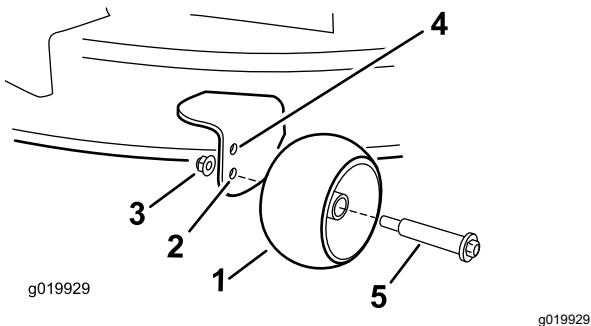

Figura 25
posición de altura de corte de 63 mm (2½") o menos (Figura 25).
- Taladro inferior – utilice esta posición cuando la carcasa de corte está en la posición de altura de corte de 76 mm (3") o más (Figura 25).